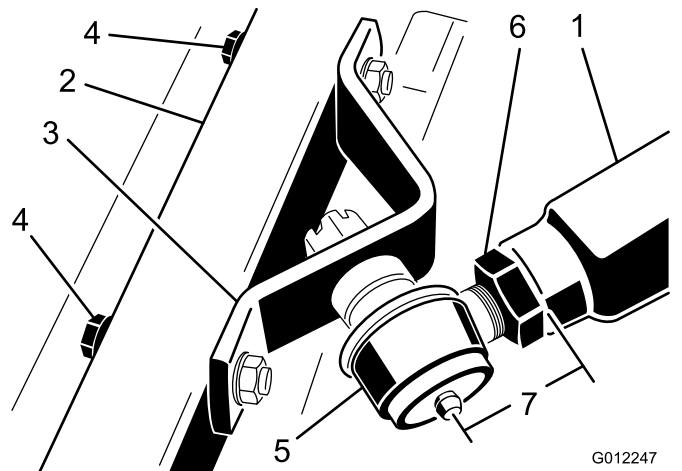

Figure 9
2. Vissez la rotule dans le bras de poussée droit jusqu'à ce que le centre de la rotule se trouve à 60 mm de l'avant du bras de poussée (Fig. 9).
6. Serrez le grand écrou de blocage qui fixe la rotule au bras de poussée (Figure 9).